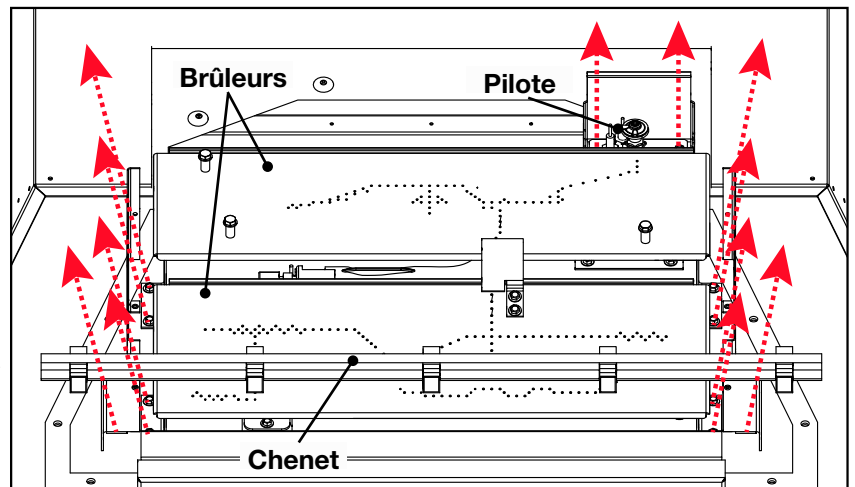

Fig. 1
2. Retirez les huit (8) vis qui servent à sécuriser les brûleurs en place et les deux (2) vis qui servent à sécuriser le chenet en place (Fig. 1).